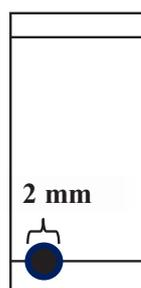

Figura 2
4. Aplique uma vez o produto de sua reação na placa de TLC disponibilizada. **Certifique-se de que a mancha da aplicação não tenha mais de 2 mm de diâmetro** (ver Figura 2).